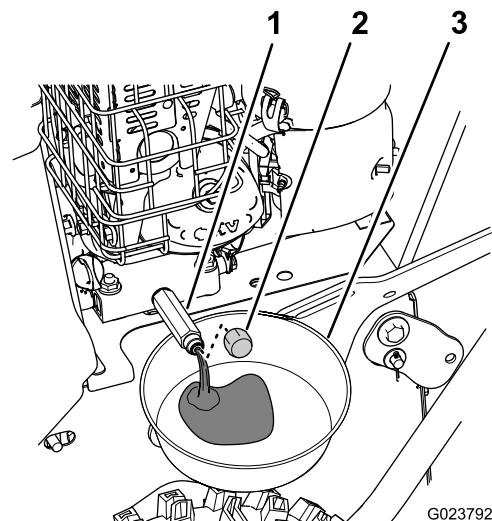

Figure 25
1. Placez un bac de vidange sous le raccord de vidange et enlevez le bouchon de vidange d'huile (Figure 25).